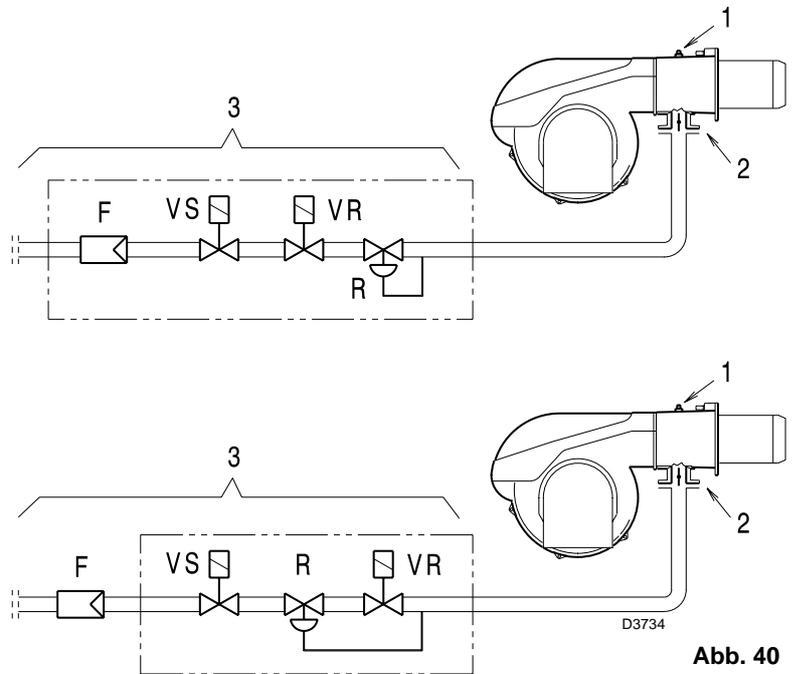

Abb. 40
Strömungsverlust Gasdrossel 2)(Abb. 40) bei maximaler Öffnung: 90°.
Strömungsverlust Armatur 3)(Abb. 40) bestehend aus: Regelventil VR, Sicherheitsventil VS (beide bei maximaler Öffnung), Druckregler R, Filter F.
- Vom Gasdruck an der Entnahmestelle 1) (Abb. 40) den Druck in der Brennkammer abziehen.
- Gasdruck an der Entnahmestelle 1) (Abb. 40) = 11,6 mbar
Zur Ermittlung des für den an der Entnahmestelle 1) (Abb. 40) erforderlichen Gasdrucks, nachdem die gewünschte Leistung des Brenners festgelegt wurde:
- Rechts, in Spalte 1, den Druck an der Entnahmestelle 1) (Abb. 40) ablesen.
- erforderlicher Druck an der Entnahmestelle 1) (Abb. 40).